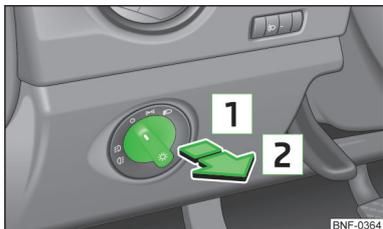

Fig. 36
- Tournez le commutateur des feux » fig. 36 sur la position D ou E .
- Tournez le commutateur des feux » fig. 36 à la page 48 sur la position D ou E .
➤ Faites tourner le commutateur des feux  fig. 36 à la page 48 sur la position  et verrouillez le véhicule.